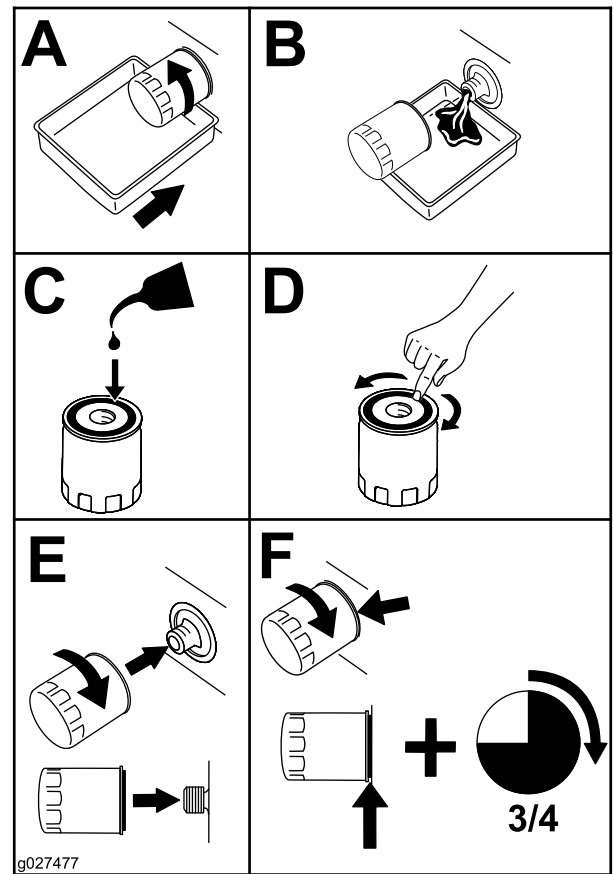

Bild 35
4. Tauschen Sie den Ölfilter aus (Bild 35).